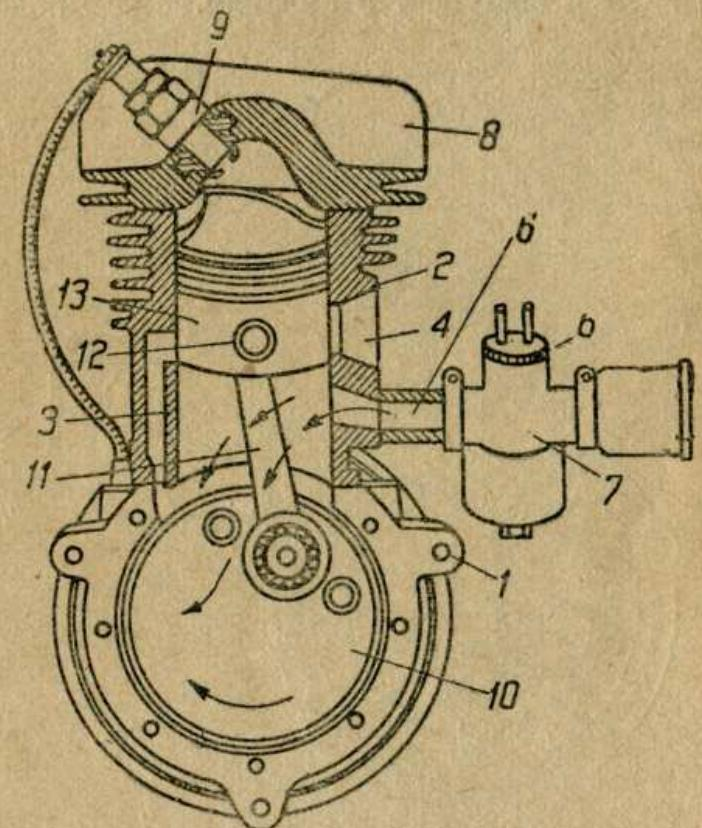

Рис. 1.
На рис. 1 схематически изображен двухтактный двигатель. К картеру (1) крепится цилиндр (2), соединенный своей средней частью с картером при помощи перепускного канала (3); с атмосферой цилиндр соединяется помощью двух окон: верхнего выпускного (4), оканчивающегося патрубком, к которому крепится выхлопная труба, и нижнего всасывающего (6), оканчивающегося патрубком, к которому крепится карбюратор (7). В головку цилиндра (8) для запала рабочей смеси ввертывается запальная свеча (9). В картере помещается коленчатый вал (10), при помощи шатуна (11) и поршневого пальца (12) соединенный с поршнем (13). Так как рабочий процесс двухтактного двигателя протекает как над поршнем, так и под поршнем, рассмотрим в отдельности процессы, протекающие в этих двух полостях.
**I такт.** Поршень движется от нижней мертвоточки (НМТ) к верхней мертвоточке (ВМТ) (рис. 1)
опережение зажигания выражено в градусах коленчатого вала и равно  $34^{\circ}$ . На рис. 3 с левой стороны помещен чертеж цилиндра с точным указанием положения и размеров всех окон цилиндра. Расположение окон отличается от расположения их на рис. 1, что сделано из конструктивных соображений.